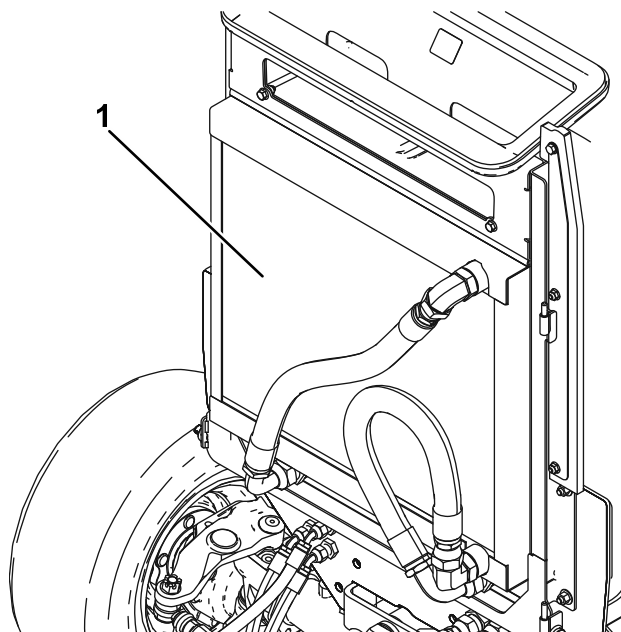

図 79
5. オイルクーラとラジエターの裏表を圧縮空気で丁寧に清掃する 図 79。